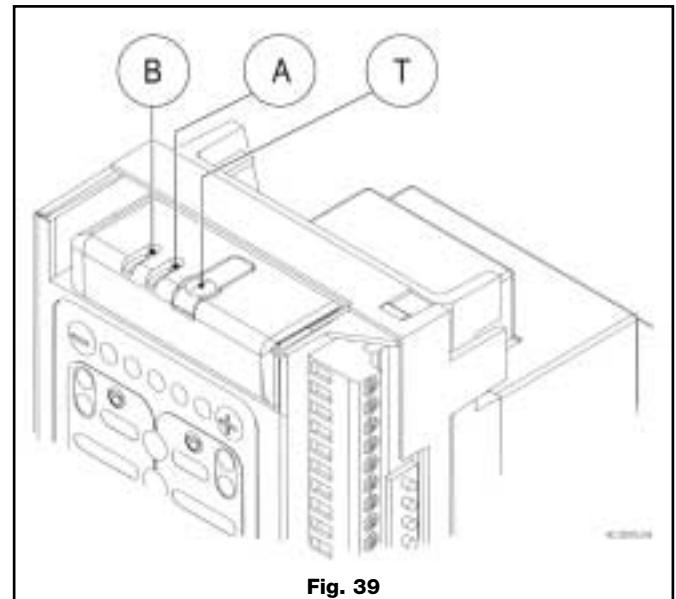

Fig. 39
Le récepteur (fig. 39) présente une touche (T) et deux LED (A et B).
- En appuyant une fois sur la touche T, le premier Led (A) s'allume puis se prépare au réglage du canal 1.
- En appuyant sur la touche T une deuxième fois, le deuxième Led (B) s'allume puis se prépare au réglage du canal 2.
- Pour assigner une touche de l'émetteur au canal 1 (PIETON), presser la touche lorsque la Led A (fig. 39) est allumé. L'opération est validée lorsque la Led s'allume et s'éteint. afin de mettre en évidence qu'il s'agit de la phase de réglage, la Led s'allume et s'éteint.
- Garder le doigt appuyé sur la touche T (fig. 39).